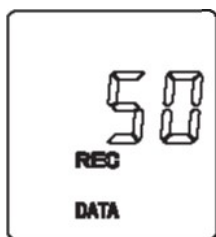

Рис.3
5. Для установки количества ячеек сохранения записи данных (на дисплее мигают значки «REC» и «DATA») используйте клавиши ∇ ^{MAX} и \blacktriangle ^{HOLD} возможно установить от 1 до 50 измерений. (Рис.3)